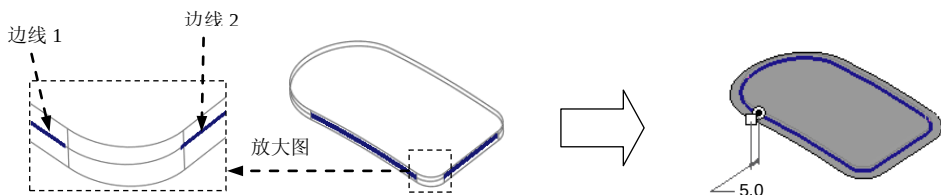

图 6.6.21 将偏距曲面进行延伸
(2) 将偏距曲面进行延伸。
① 选取图 6.6.21 中所示的边线 1 作为要延伸的边。
② 单击 **模型** 功能选项卡 **编辑** 区域中的 **延伸** 按钮，按住 Shift 键，在图 6.6.21 中选取边线 2，在“延伸距离”文本框中输入数值 5.0；单击“完成”按钮。